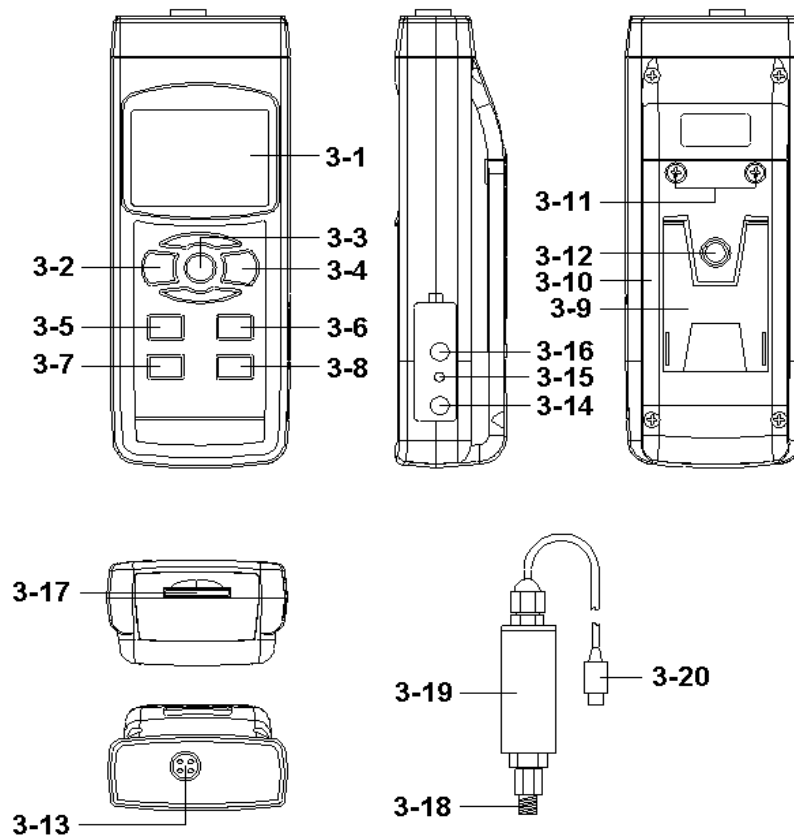

Fig.1
Después de seleccionar el sensor de presión más conveniente, presione el botón del Tipo de sensor (3-6, Fig. 1). En la pantalla aparecerá el tipo de sensor para confirmar.
Por ejemplo, si el sensor que se ha seleccionado es el de 2 bar (Modelo: PS100-2BAR), si presiona el botón del tipo de sensor (3-6, Fig. 1) en la pantalla aparecerá:
- 1) Conecte el "Enchufe del sensor de presión" (3-20, Fig. 1) a la "Toma de entrada de la sonda" del medidor (3-13, Fig. 1)
- 2) Encienda el medidor presionando el "Botón Power" (3-2, Fig. 1) una vez.
- 3) Presione el "Botón del tipo de sensor" (3-6, Fig 1) para comprobar si el tipo del sensor es el mismo que el sensor de presión externo.
- 4) Presione el " Botón Unit " (3-5, Fig. 1) en secuencia para seleccionar la unidad de medida como: Bar, Psi, Kg/cm2, mm Hg, inch Hg, medidor H2O, inch H2O, Atmósfera, hPA, kPA.
Si en la pantalla no aparece el valor cero, pulse el "Botón Zero" (3-7, Fig. 1), > 10 segundos continuamente y el valor de la pantalla cambiará a cero.
- 6) Conecte el "Puerto conector del sensor de presión" (3-18, Fig. 1) para la instalación para medir el valor de la presión.
Durante la medición, presione el "Botón Hold" (3-3, Fig. 1) para mantener el valor de la medición y en la pantalla LCD mostrará el símbolo " HOLD".
- 1) La función de grabación de datos guarda las lecturas de los valores máximos y mínimos. Presione el botón "REC " (3-4, Fig.1 ) una vez para iniciar la función. El símbolo " REC " aparecerá en la pantalla.
- a) Presione el botón " REC " (3-4, Fig. 1) el símbolo " REC. MAX. " junto con el valor máximo aparecerá en la pantalla.
*Si intenta borrar el valor máximo, presione el " Botón Hold " (3-3, Fig. 1) una vez, y en la pantalla solamente aparecerá el símbolo " REC. " mientras que la función de memoria se ejecutará continuamente.*
- b) Presione el "Botón REC " (3-4, Fig. 1) de nuevo, el símbolo " REC. MIN. " junto con el valor mínimo aparecerán en la pantalla.
*Si intenta borrar el valor mínimo, presione el " Botón Hold " (3-3, Fig. 1) y en la pantalla solamente aparecerá el símbolo " REC. " mientras que la función de memoria se ejecutará continuamente.*
Cuando conecte el medidor, la luz del fondo de la pantalla LCD se encenderá automáticamente. Durante la medición presione el "Botón Backlight" (3-2, Fig. 1) una vez para apagar la luz de fondo.
Prepare una tarjeta de memoria SD (de 1 GB hasta 16 GB), inserte la tarjeta SD en la ranura de la tarjeta (3-17, Fig. 1). La parte delantera de la tarjeta SD deberá estar de cara a la cubierta inferior.
Presione el botón " REC " (3-4, Fig. 1) una vez y en la pantalla LCD aparecerá el texto "REC", luego presione el "Botón Logger" (3-8, Fig. 1), y el símbolo " DATALOGGER " parpadeará mientras que los datos de medición y la información horaria se guardan en el circuito de la memoria.
Durante la ejecución de la función de Datalogger, si se presiona el botón " Logger " (3-8, Fig. 1) una vez, se detendrá la función de Datalogger (dejará de guardar los datos de medición en el circuito de memoria temporalmente). A la misma vez, el texto " DATALOGGER " dejará de parpadear.
*Si presiona el botón " Logger " (3-8, Fig. 1) una vez más se ejecutará el Datalogger de nuevo, el texto " DATALOGGER " parpadeará en la pantalla.*
Mientras la función Datalogger está detenida, presione el botón " REC " (3-4, Fig. 1) continuamente al menos durante dos segundos. La indicación " REC " desaparecerá y se finalizará la función datalogger.
Presione el botón " REC (3-4, Fig. 1) una vez, en la pantalla aparecerá el texto " REC ", después presione el botón " Logger "(3-8, Fig. 1) una vez y el símbolo REC parpadeará y el biper sonará una vez a la misma vez que los datos de medición con la información horaria se guardan en el circuito de memoria. La pantalla inferior mostrará la Posición (Localización) y también se guardará en la tarjeta SD.